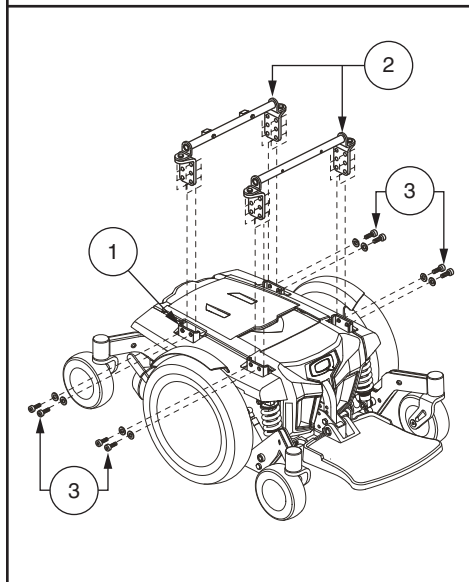

Figure 11. Réglage de la hauteur et de l'angle du siège
7. Desserrez les ferrures qui retiennent la barre trapèze sur les ensembles soudés de l'interface du siège. **Voir la figure 11.**